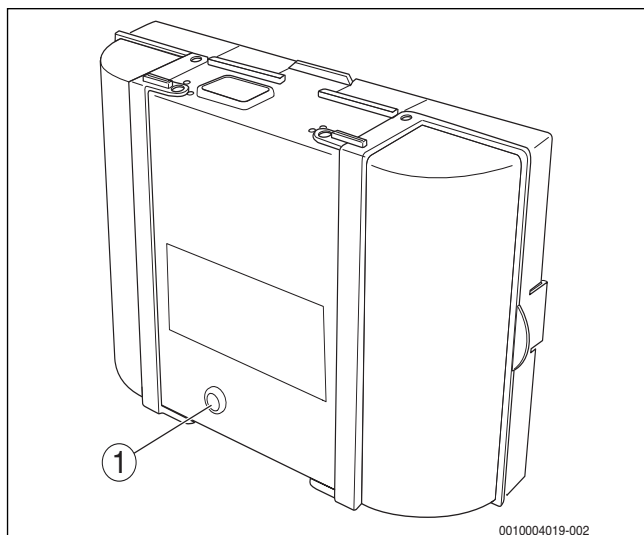

Bild 80 Störungen am Feuerungsautomaten zurücksetzen
- Taste „Entstören“ am Feuerungsautomaten drücken (→ Bild 80).